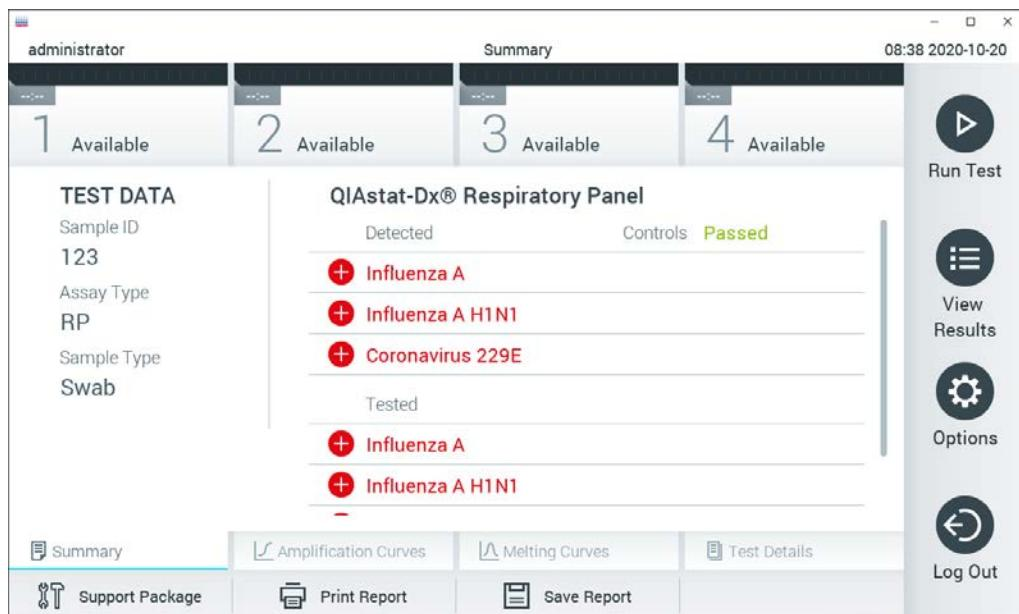

Figura 30. Ecranul Summary (Rezumat) cu rezultatele.).
11. După ce cartușul de test QIAstat-Dx a fost scos, va apărea ecranul **Summary** (Rezumat) cu rezultatele (Figura 30). Consultați Secțiunea 5.4 pentru detalii suplimentare.